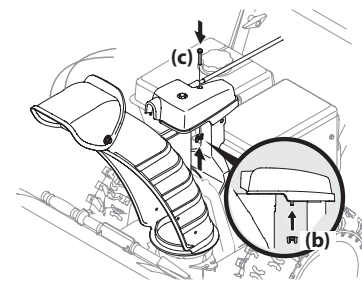

Figura 2-45
4. Termine de sujetar el cabezal de control del canal colocando el tornillo hexagonal (c) y la tuerca de mariposa (b) que extrajo en el Paso 1. Consulte Figura 2-45.